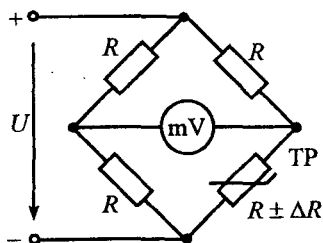

Рис. 4.14
**Задача 4.20.** Неуравновешенная мостовая цепь (рис. 4.14) используется для измерения деформации в исследуемой детали. Начальное сопротивление тензорезистора ТР  $R=100$  Ом, а его тензочувствительность  $S = 2,04$ ; сопротивление остальных плеч моста также по 100 Ом. Напряжение источника питания  $U = 2$  В. Сопротивление милливольтметра  $R_{\text{мВ}}=10$  кОм.